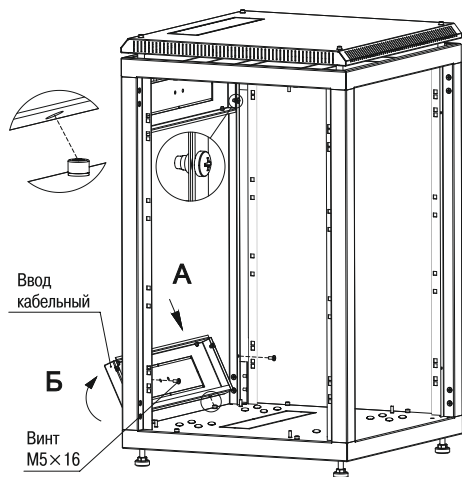

Рисунок 5
3.1.5* Для установки вводов кабельных состыкуйте посадочные круглые отверстия вводов с винтами на основании (действие А), прижмите вводы к стойкам (действие Б) и закрепите винтами М5×16 с полукруглой головкой (рисунок 5).